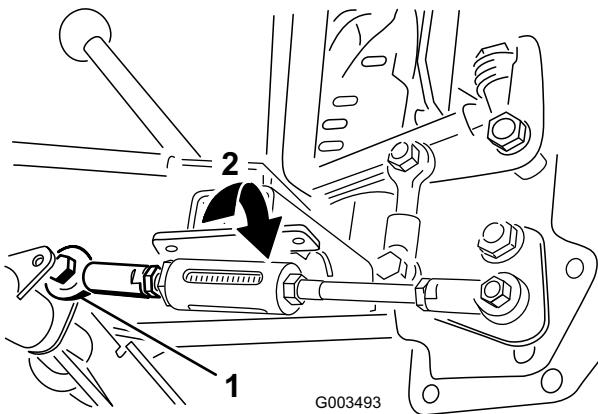

Figura 18
- A. Retire el perno y la tuerca que sujetan la varilla al tubo de giro (Figura 18).
- B. Gire la articulación esférica indicada en Figura 18 para cambiar la longitud de la varilla, de la siguiente manera: